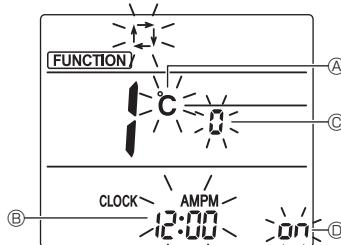

Fig. 6-11
- Pulse el botón ⚡ ④ para cambiar el n.º de función.
3. Compruebe que se muestra la función N.º "1", y luego pulse el botón SET ③.
- Se visualizará la pantalla de configuración de la visualización. (Fig. 6-11)